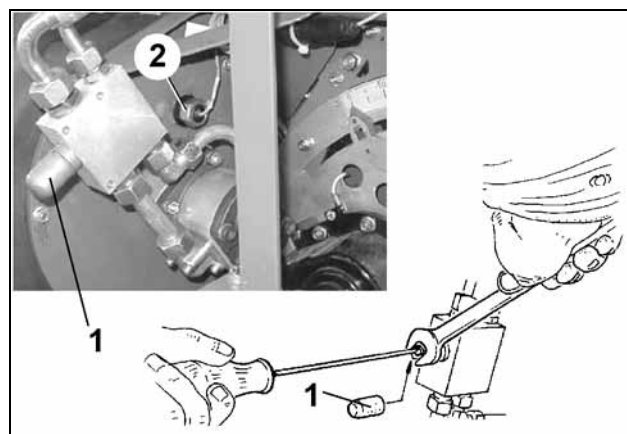

Fig. 107
Il numero di giri ventilatore necessario è riportato nella Tabella 5. Impostare il numero di giri ventilatore sulla valvola limitatrice della pressione (Fig. 107/2) oppure sulla valvola di regolazione della corrente del trattore.
- Rimuovere il cappuccio di protezione (Fig. 107/1)